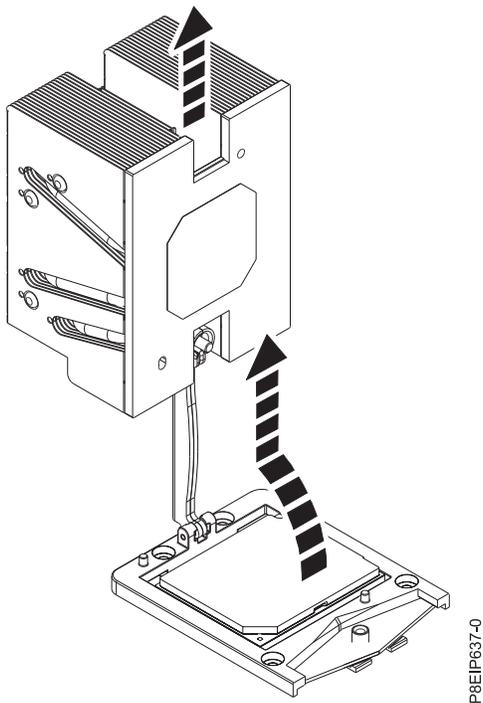

Figura 65. Levantar el disipador térmico del brazo de carga
4. Gire y levante en el disipador térmico. El brazo de carga gira; gire el disipador térmico y levántelo del brazo de carga. Consulte la Figura 65.